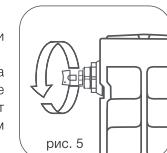

рис. 5
4. Для удаления воздуха из радиатора в верхний коллектор обязательна установка крана Маевского или автоматического воздухоотводчика. Для удаления воздуха через кран Маевского необходимо периодически (несколько раз в год) вручную сливать его с помощью специального ключа" (рис. 5).